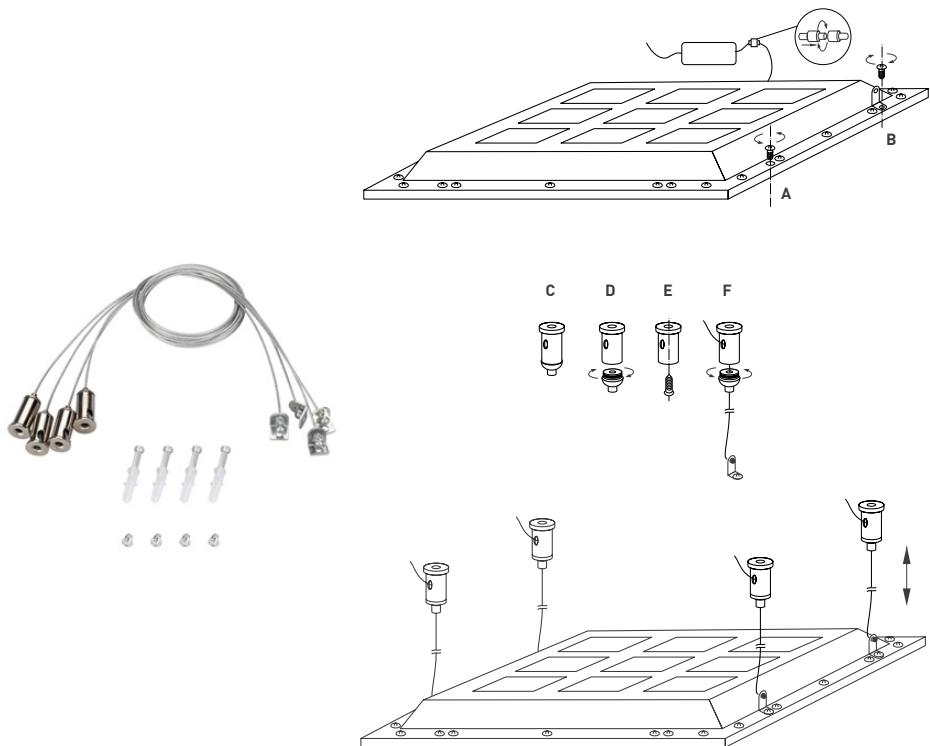

Рис. 3. Установка светильника подвесным способом
- Для установки подвесного комплекта [см. рис. 3] необходимо закрепить на светильнике 4 уголка, используя усиленные винты из комплекта поставки подвесного крепления. Проденьте в свободные отверстия уголков тросы до бобышек [рис. 3, поз. F].
Закрепите на поверхности потолка 4 цанговых держателя, для этого сам механизм цангового зажима необходимо предварительно вывернуть по резьбе из обоймы, как показано на рис. 3 [поз. С-Е]. Прикрепите обоймы к потолку.
Для крепления используйте комплектные дюбели и шурупы [поз. Е, рис. 3]. Проденьте трос в цанговый держатель на длину 30–50 мм, проденьте свободный конец троса в боковое отверстие обоймы и заверните в нее цанговый зажим с тросом [рис. 3, поз. F]. Выполните эти операции для всех 4 подвесов. Отрегулируйте длину тросовых подвесов, для чего нажмите на выступ цангового зажима и плавно перемещайте трос.